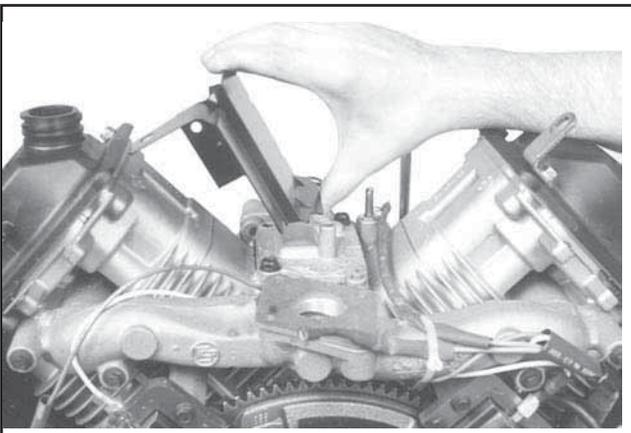

Figure 11-59. Installation des déflecteurs internes.
7. Monter les déflecteurs internes à l'aide des deux vis hexagonales à embase restantes (voir les Figures 11-59 et 11-60) et serrer avec les doigts. **Ne pas trop serrer** les vis maintenant ; elles seront serrées ultérieurement une fois le carter de protection du ventilateur et les déflecteurs externes installés.